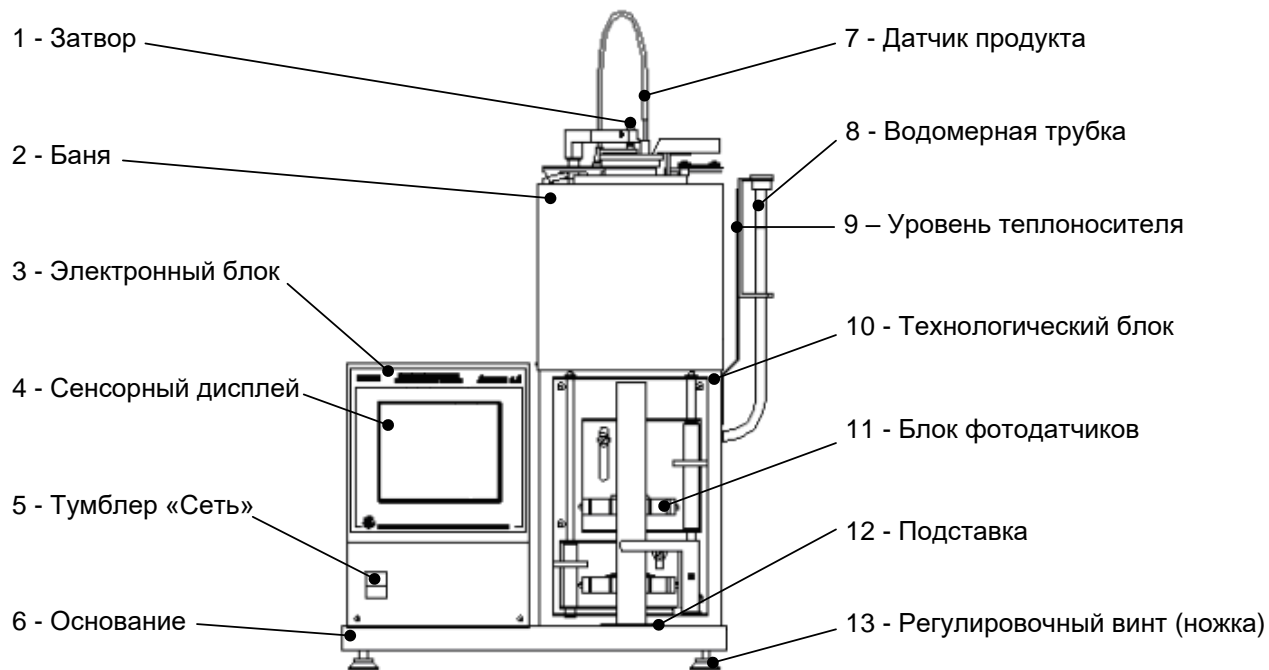
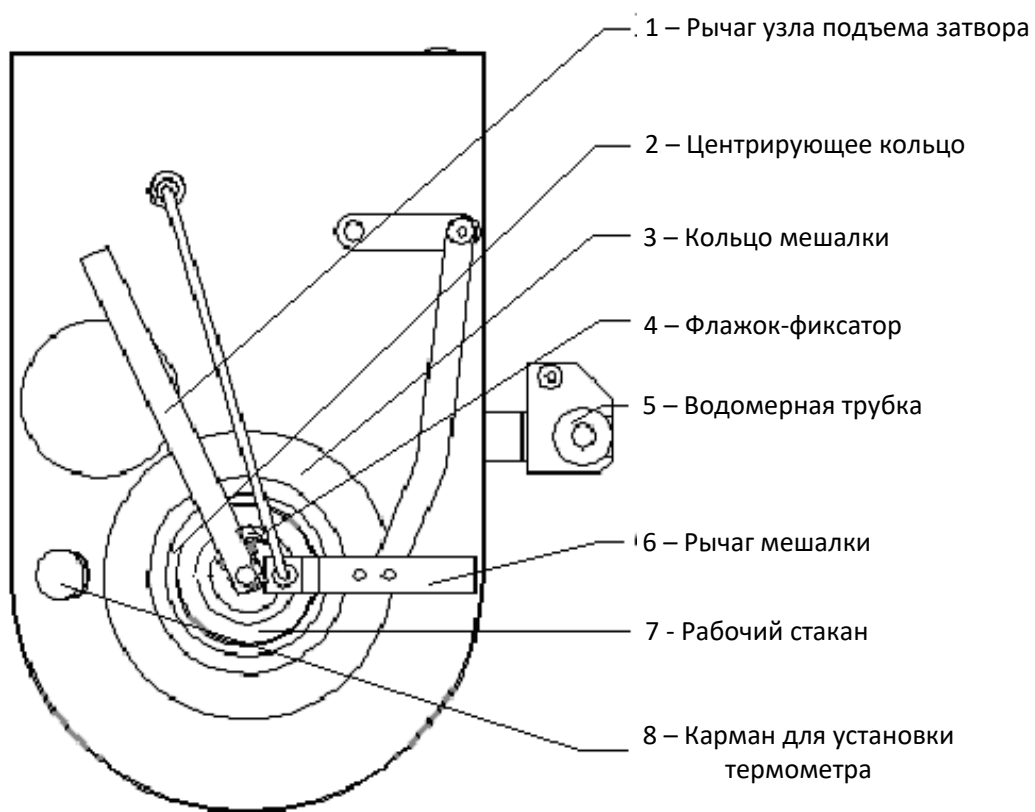
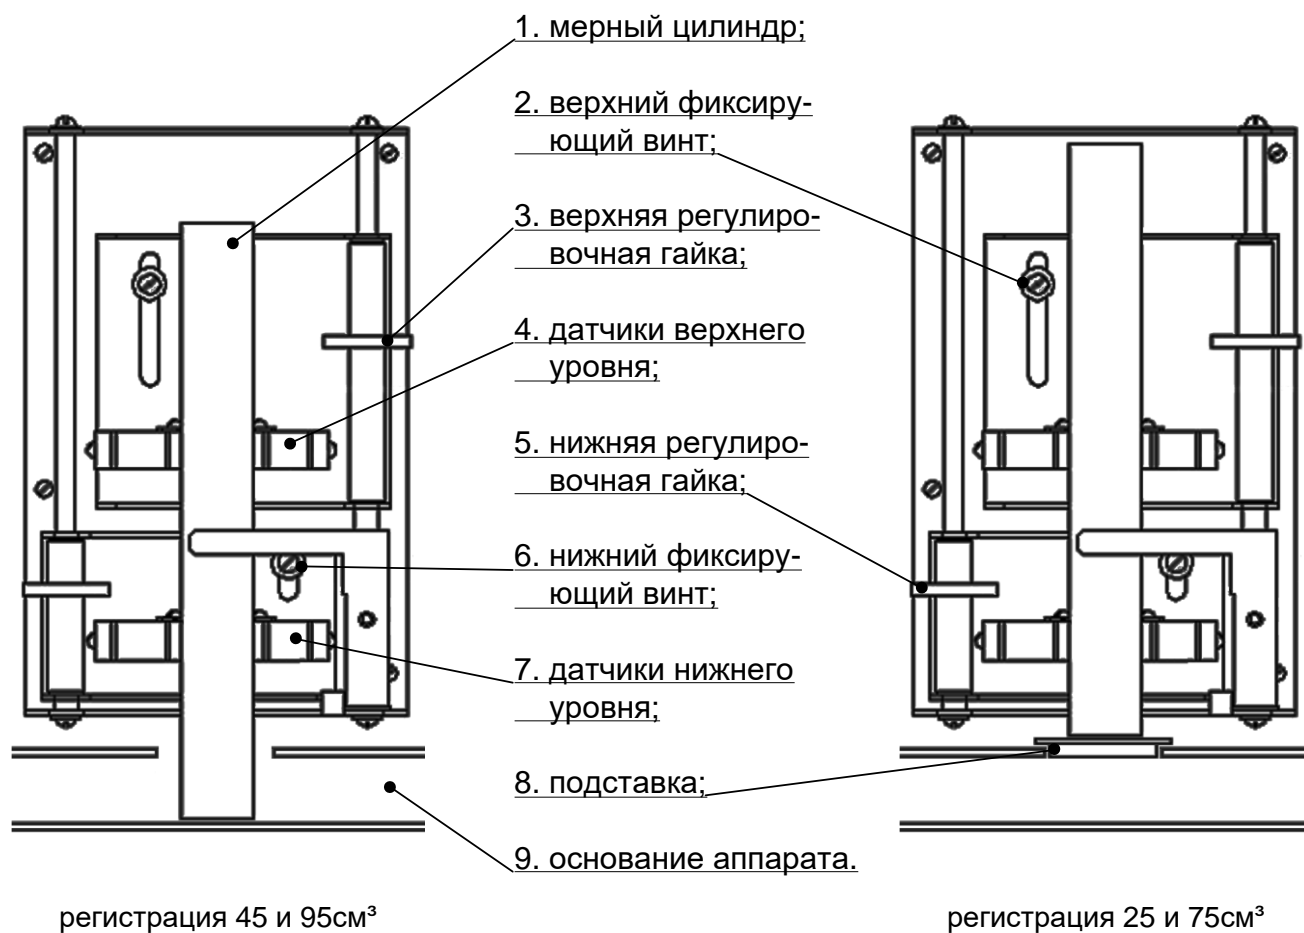
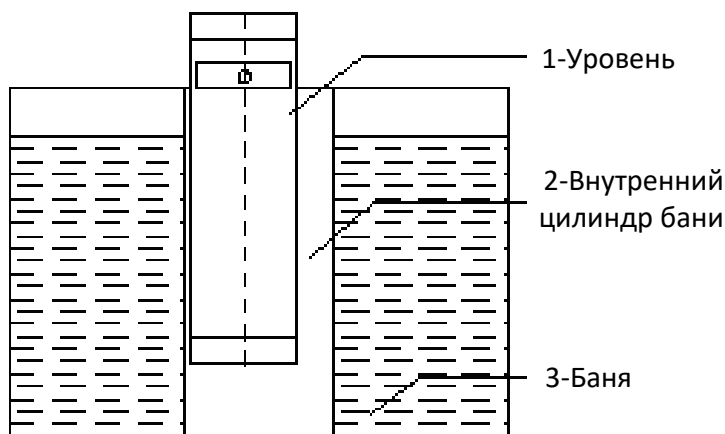

Рисунок 3 – Общий вид аппарата
Рисунок 4 – Технологический блок (вид сверху)
Рисунок 6 – Блок фотодатчиков
Рисунок 9 - Контроль вертикальности
2.3.2.7 Управление аппаратом осуществляется посредством сенсорного дисплея (см. рисунок 3, страница 5). В технологическом блоке аппарата (см. рисунок 4, страница 5) размещены баня с рабочим стаканом для заливки продукта и блок фотодатчиков (см. рисунок 6). Затвор поднимается автоматически при достижении температуры испытания продукта в рабочем стакане либо по команде оператора. Перемешивание и измерение температуры продукта в рабочем стакане осуществляется датчиком продукта, установленным в мешалке продукта. Карман для установки термометра служит для установки образцового термометра. Контроль уровня теплоносителя (вода/глицерин) осуществляется через водомерную трубку. Баня имеет теплоизоляцию и закрыта кожухом. Регулировочные винты необходимы для настройки вертикального положения рабочего стакана.
2.3.2.8 Блок фотодатчиков (см. рисунок 6, страница 6) служит для регистрации двух уровней продукта в мерном цилиндре: 25 и 75 см3 или 45 и 95 см3 в зависимости от варианта установки мерного цилиндра. Время истечения пробы измеряется при наполнении мерного цилиндра от
2.3.2.10 На лицевой панели электронного блока расположен сенсорный дисплей (см. рисунок 3, страница 5), служащий для отображения информации и управления аппаратом.
3.3.1 Подключить аппарат к сети и включить тумблером «Сеть» (см. рисунок 3, страница 5, поз.5) – в течение трёх секунд на дисплее отобразится стартовое окно, показанное на рисунке 7.
- 9) при эксплуатации аппарата необходимо следить за уровнем теплоносителя в бани по риске (уровня теплоносителя) рядом с водомерной трубкой (см. рисунок 3, страница 5).
4.4.1.2 При помощи регулировочных винтов (см. рисунок 3, страница 5) настроить вертикальное положение рабочего стакана. Вертикальность контролировать при помощи уровня, приложенного к поверхности внутреннего цилиндра бани не менее чем в двух плоскостях (см. рисунок 9, страница 10).
4.4.1.3 Установить рычаг узла подъема затвора в рабочее положение (см. рисунок 4, страница 5).
4.4.1.4 Протереть салфеткой окошки блока фотодатчиков (см. рисунок 6, страница 6).
4.4.1.6 Вставить в основание аппарата подставку (см. рисунок 3, страница 5).